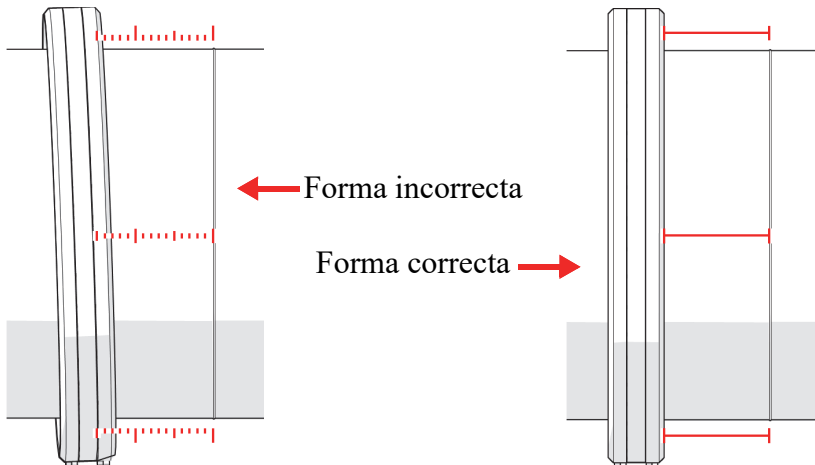

Figura 1-22 Alineación de la banda con respecto a la soldadura
- Alinee la banda según sea necesario, midiendo cada segmento de la circunferencia entre la soldadura y la banda, para garantizar que la banda se ubique de forma paralela a la soldadura (ver Figura 1-22 en la página 41).